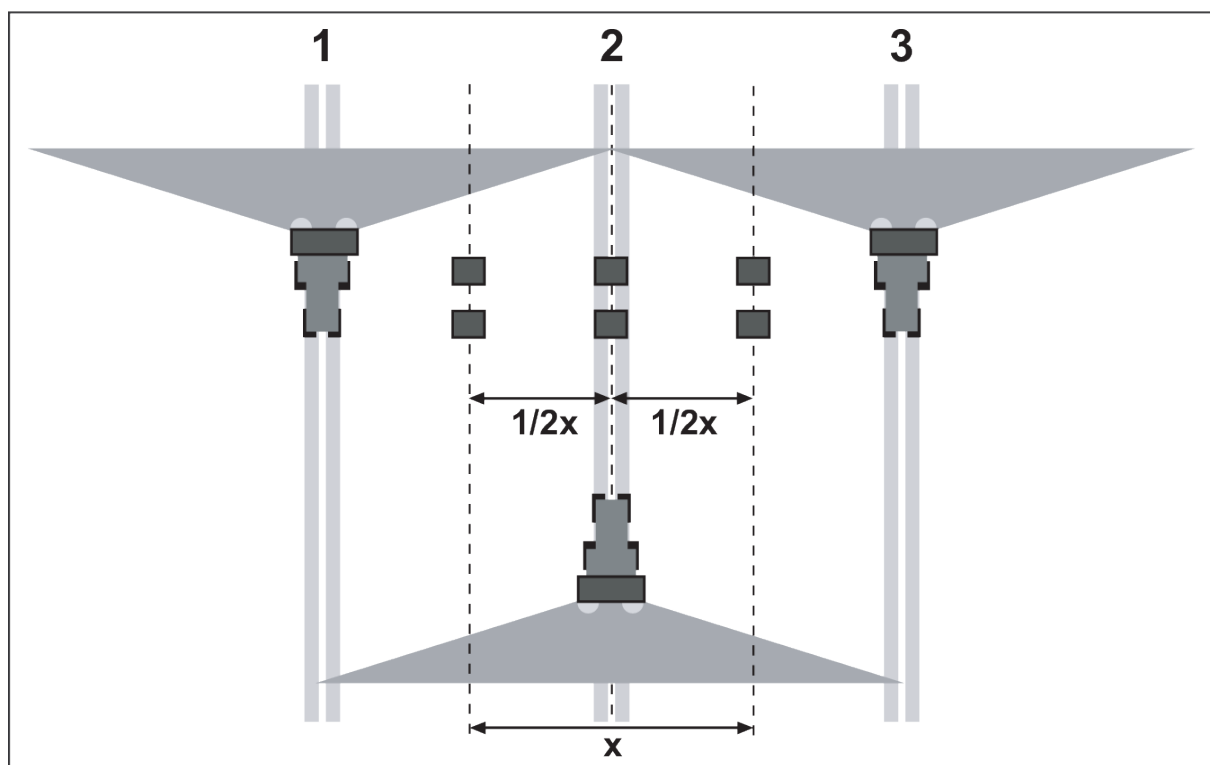

Рис. 52: Установка для трех проходов
- ▶ Установите по два поддона на расстоянии **1 м** друг за другом в зонах перекрытия (между технологическими колеями) и в центральной технологической колее (согласно *Рис. 52*)